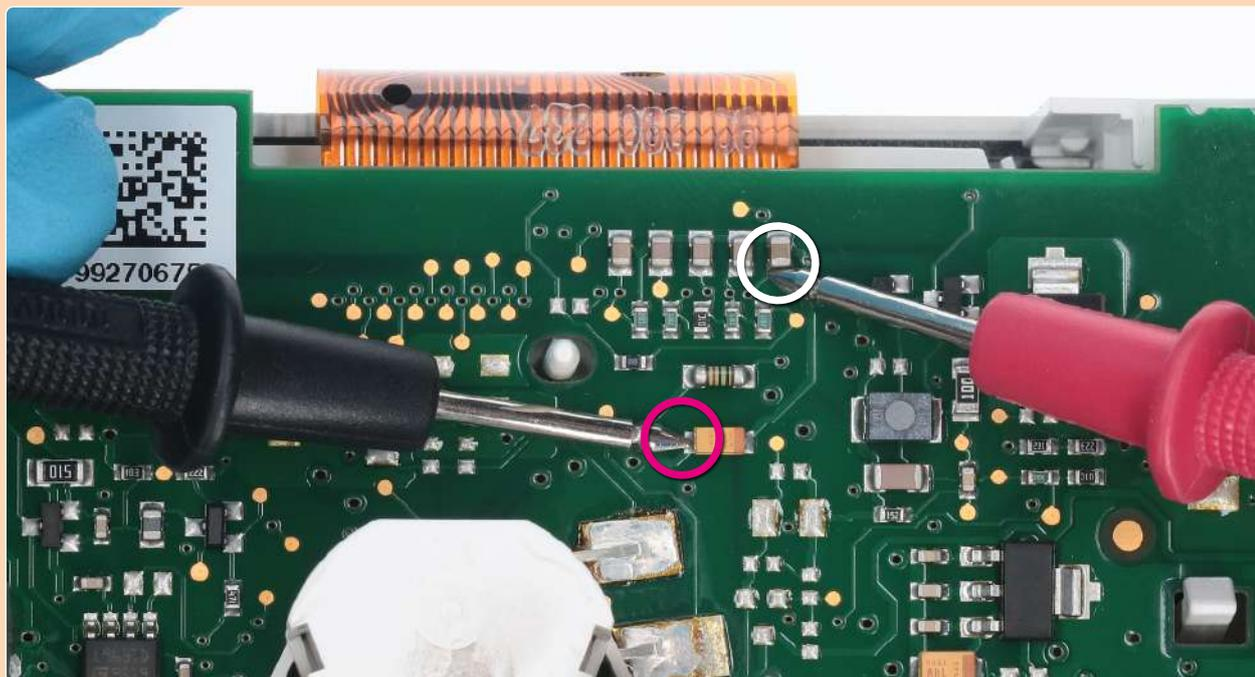
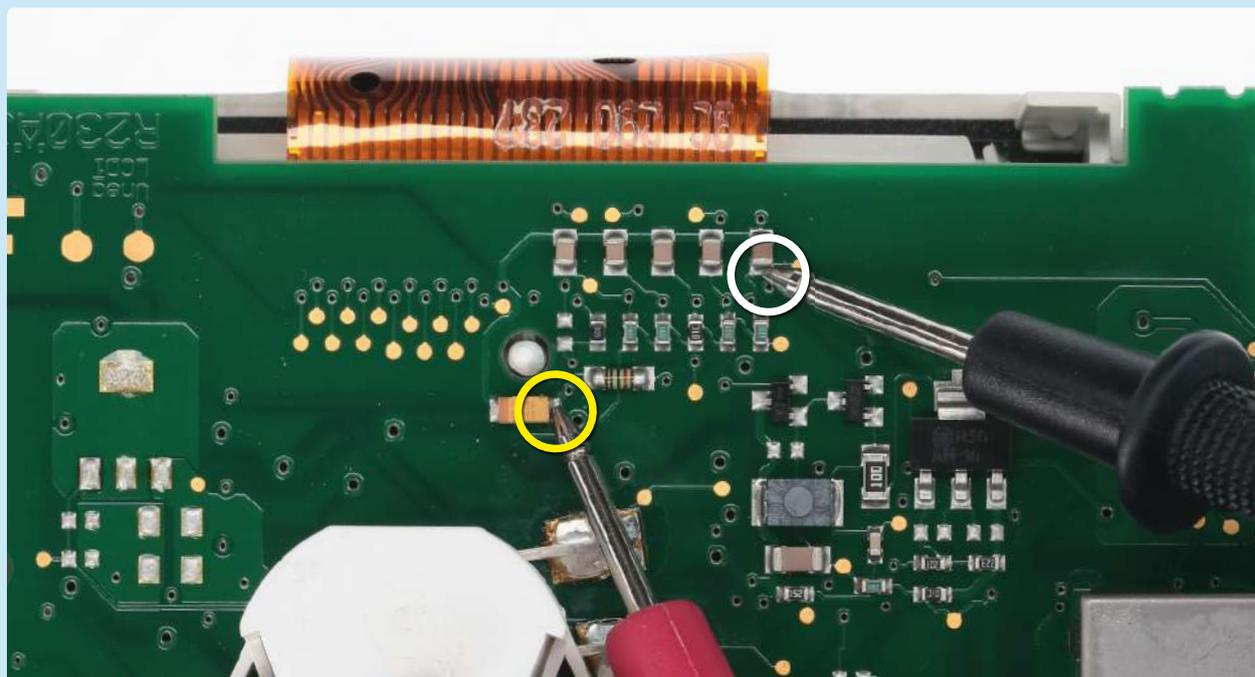

Figura 5
Figura 6
- Controllare la tensione tra i punti indicati in figura 5 per il display SINISTRO e tra quelli indicati in figura 6 per il display DESTRO.
- Inserire il valore della tensione rilevata tra i 2 punti del display sinistro indicati in figura 5 (il valore decimale deve essere separato dal punto, ad esempio 7.33)
- Inserire il valore della tensione rilevata tra i 2 punti del display destro indicati in figura 6 (il valore decimale deve essere separato dal punto, ad esempio 7.27)
Una volta concluse queste operazioni, ricontrollare la tensione presente tra i punti indicati in figura 5 e 6 e verificare se si è effettivamente ottenuta una **tensione compresa tra 7,29V e 7,31V**, altrimenti, decrementare o incrementare ancora le locazioni fino ad avvicinarsi il più possibile al valore 7,30V.